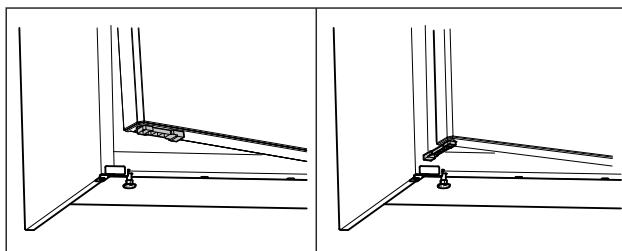

Fig. 70 *
- Поверните ограничитель открытия двери на 90°. (см. Fig. 70) *